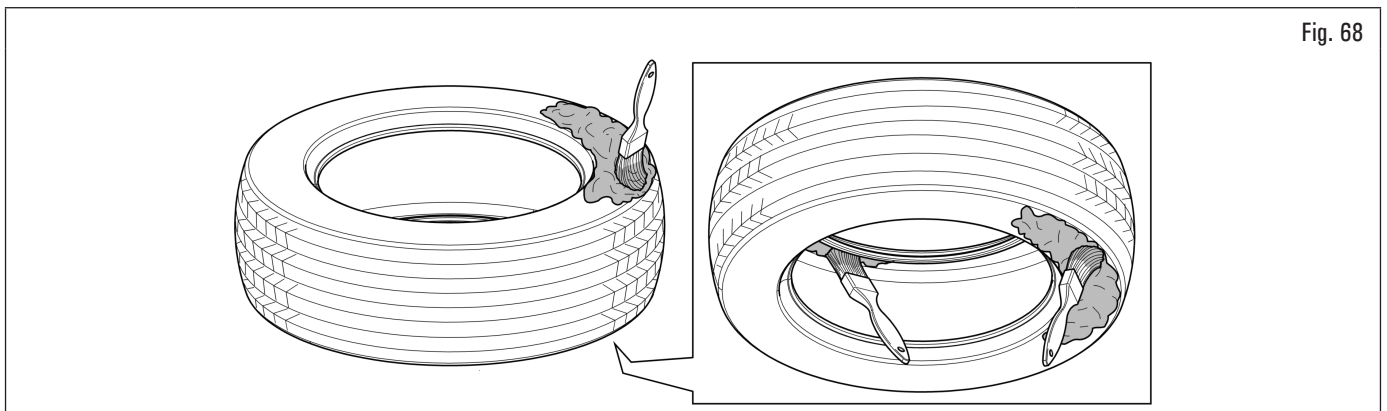

Fig. 68
2. graisser généreusement le pneu, à la fois la partie inférieure du talon et l'extérieur de celui-ci, jusqu'à la bande de roulement du pneu, et au moins 3 cm (1.18") par côté à l'intérieur du pneu (Fig. 68) ;